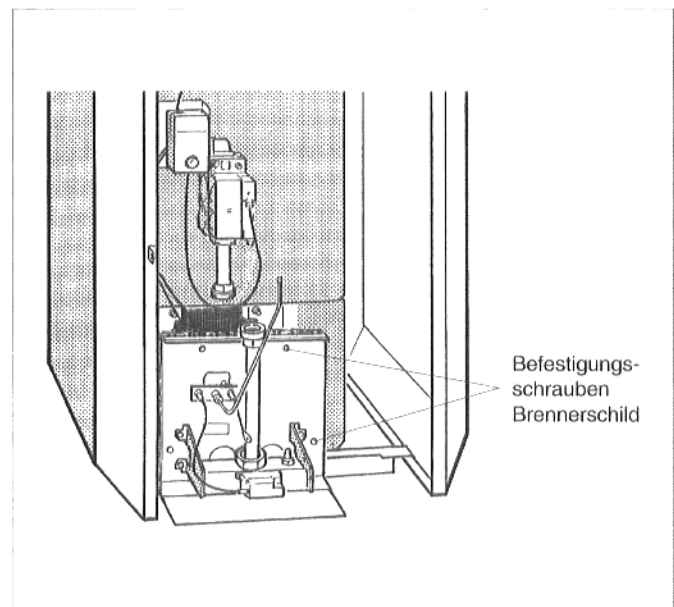

Abb. 34: Gasbrenner ausbauen
- ★ Befestigungsschrauben am Brennerschild lösen und Gasbrenner herausnehmen (Abb. 34).